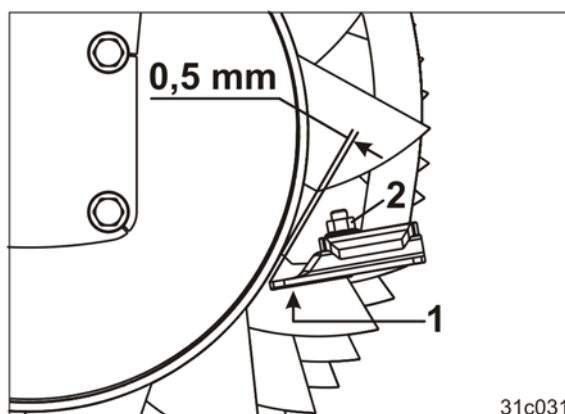

Рис. 168
4. Открутите винт (Рис. 168/2).
5. Привинтите чистик (Рис. 168/1) на расстоянии 0,5 мм от трубы катка.